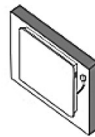

Abb. 3
3. Richten Sie das Heizpanel mit dem Rahmen aus, die überstehenden Enden des Rahmens müssen in die Bohrungen im Panel passen. (Abb. 3)
- B) Wählen Sie „All devices“, wie in **Abb. 3** gezeigt.